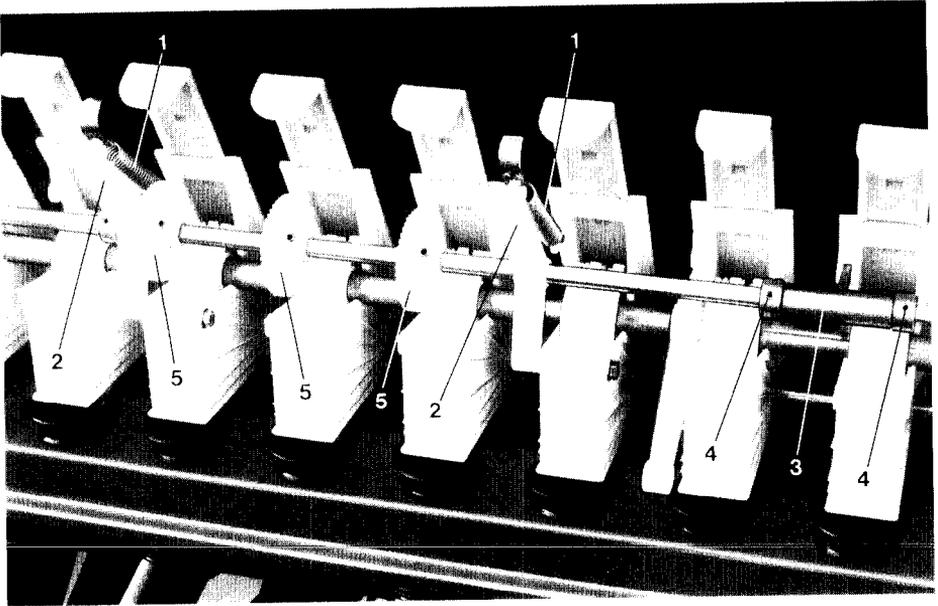
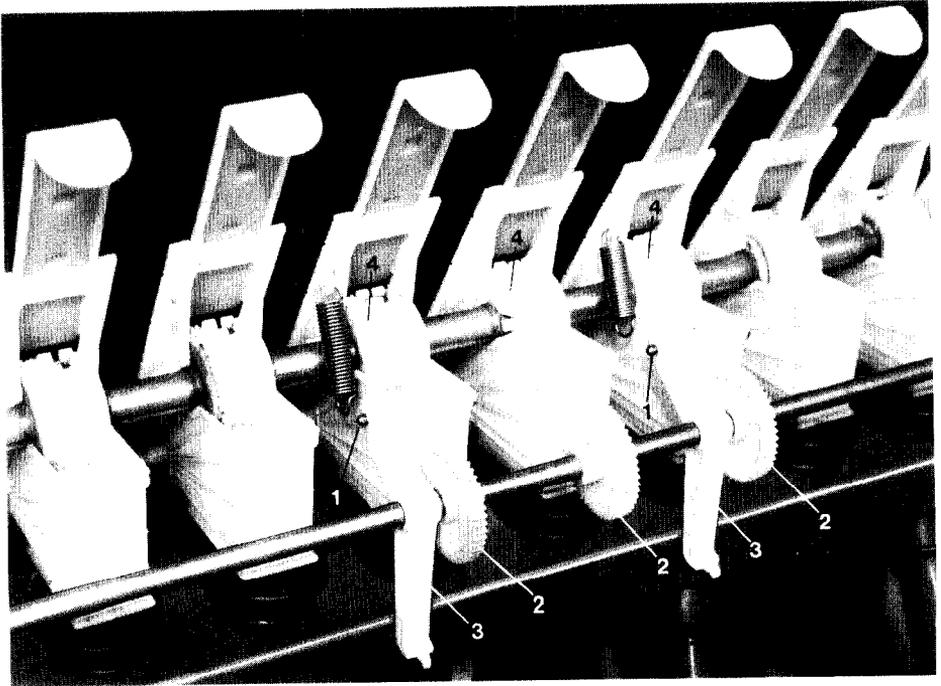

Fig. 76
Fig. 77
- Aflojar el muelle (fig. 76/1) entre la boca de siembra y el soporte oscilante (fig. 76/2) y abatir hacia atrás el eje de accionamiento (fig. 77).
- Una brida (fig. 76/3) que sujeta axialmente el eje de accionamiento apoya en una cavidad en la boca de siembra. Esta brida se extrae de dicho apoyo al abatir el eje de accionamiento y en un montaje correcto se puede volver a montar en la misma cavidad o en una inmediatamente próxima. La brida (fig. 76/3) se sujeta axialmente al eje de accionamiento mediante anillos de fijación (fig. 76/4).
- Aflojar los tornillos (fig. 77/1) mediante los cuales, los soportes oscilantes se fijan a uno y otro lado de la boca de siembra.
- Deslizar sobre el eje de accionamiento los soportes oscilantes (fig. 77/3) y las ruedas dentadas de plástico (fig. 77/2).
- Aflojar los tornillos de fijación (fig. 77/4) de las ruedas de siembra de las nuevas rodadas hasta que estas puedan girar libremente en el eje de siembra.
- Fijar los soportes oscilantes (fig. 77/3) a uno y otro lado de las bocas de siembra y colocar los muelles que unen estos soportes oscilantes a las bocas de siembra.
El montaje de las ruedas dentadas de plástico (fig. 76/5) se realiza según el aptdo. 16.4. El eje de accionamiento se debe equipar con ruedas dentadas de plástico únicamente en el lado derecho de la máquina. Estas ruedas dentadas se deben montar en el eje de accionamiento de modo que la distancia de las mismas al lado derecho de la máquina corresponde a la mitad de la huella del tractor. Al trabajar con el marcador de rodadas de pre-emergencia se debe desmontar el disco del trazador de huella izquierdo.